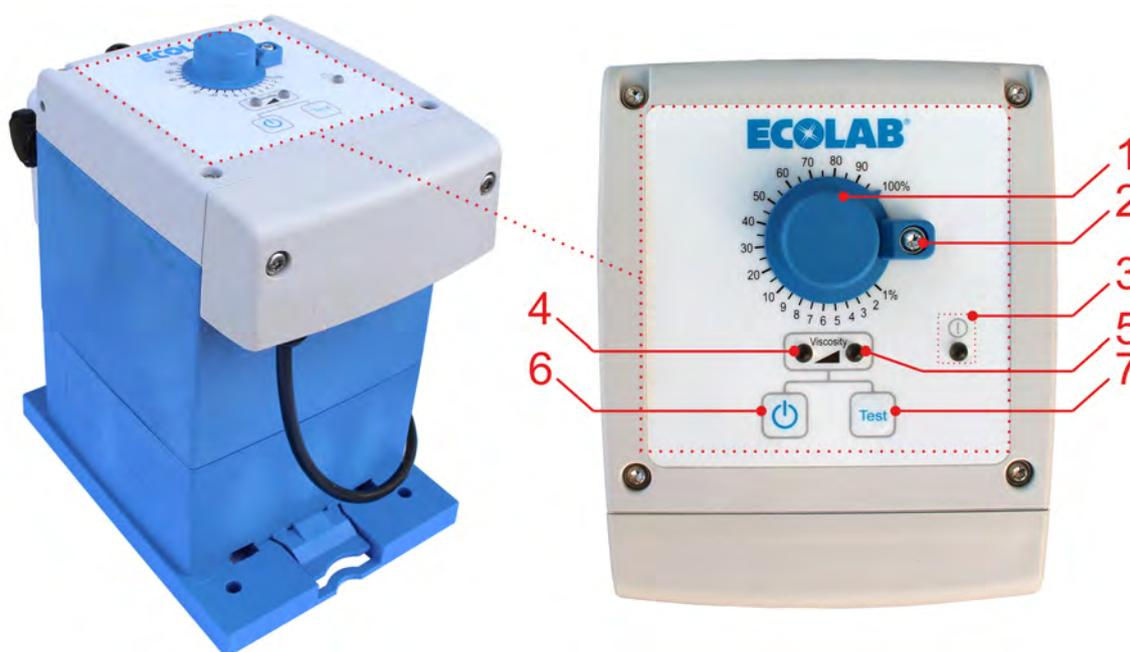

Fig. 18: Conexión y desconexión de la «EcoPro»
1. ➤ La bomba se enciende o apaga mediante el «botón de encendido/apagado» (Fig. 18, pos. 6).
Gracias a la tecnología de motor paso a paso, se puede ajustar de forma independiente tanto la duración de carrera de aspiración como la duración de carrera de dosificación durante el funcionamiento por medio del ajuste de carrera (Fig. 18).
1. ➔ Con el «botón giratorio para el ajuste de la carrera» (Fig. 18, pos. 1), ajustar la potencia / cantidad transportada deseada.
2. ➔ Apretar el bloqueo para la fijación del botón giratorio (Fig. 18, pos. 2) con un destornillador apropiado para que no se produzca un desajuste involuntario.
- **LED modo de dosificación «bajo» (izquierdo):** Fig. 18, pos. 4
- **LED modo de dosificación «alto» (derecho):** Fig. 18, pos. 5
1. ➔ Desconectar la bomba pulsando el «botón de encendido/apagado»  (Fig. 18, pos.6).
2. ➔ Cambiar la viscosidad presionando simultáneamente el «botón de encendido/apagado»  (Fig. 18, pos.6) y el de «test»  (Fig. 18, pos.7) durante 3 segundos aprox.
⇒ El LED correspondiente (baja viscosidad = izquierdo Fig. 18, pos. 4, viscosidad elevada = derecho, Fig. 18, Pos. 5) parpadeará brevemente en verde.
3. ➔ Conectar la bomba pulsando el «botón de encendido/apagado»  (Fig. 18, pos.6).